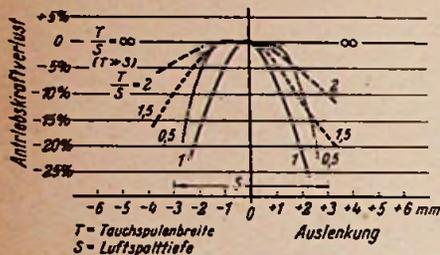

Bild 3
Dies ist theoretisch auch bei beliebigem Verlauf der Feldstärke B (A) möglich, wenn entweder sowohl die Spulenabmessung T als die Bewegungsauslenkung so klein sind, daß die Feldstärke innerhalb des überstrichenen Bereiches noch als konstant angesehen werden darf, oder aber dann, wenn die Spulendimensionen so groß gewählt werden, daß praktisch der gesamte Magnetfluß umfaßt wird, gleichgültig, ob die Spule in Ruhe oder ausgelenkt ist. Die beiden Grenzfälle, nämlich sehr schmale Spule im Feld oder weit überstehende Spule, ergeben also ungünstigerweise Optimalwerte, während ausgerechnet die gewöhnliche Ausführung einer Schwingspule mit derselben Tiefe wie der Luftspalt bezüglich der Nichtlinearität die ungünstigste Ausführung darstellt. Bild 3 zeigt Kurven, die bei relativ